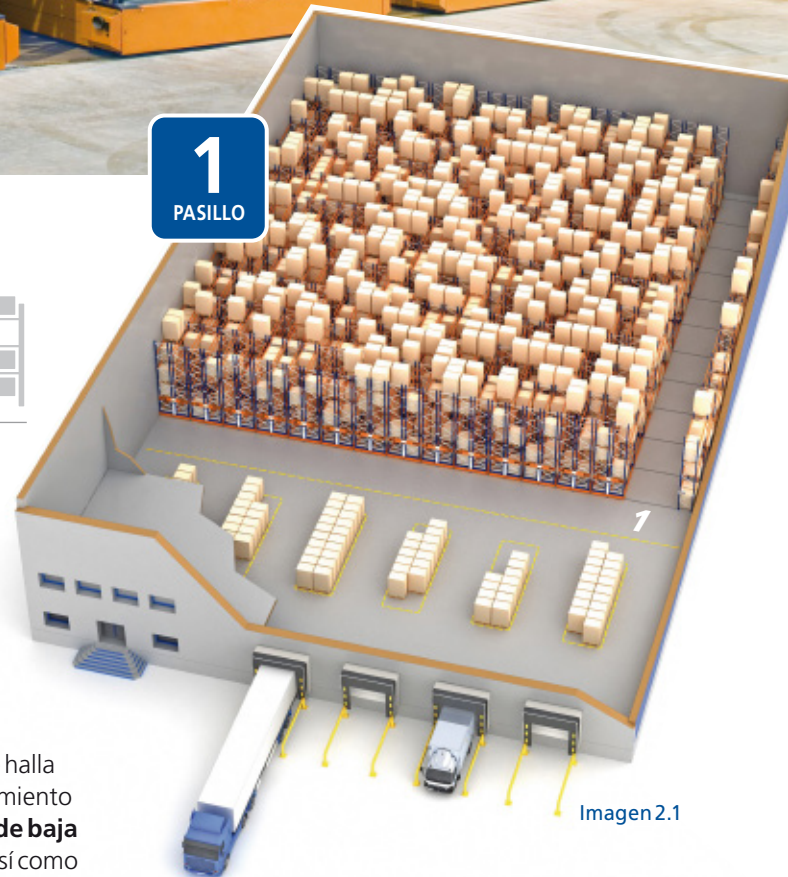
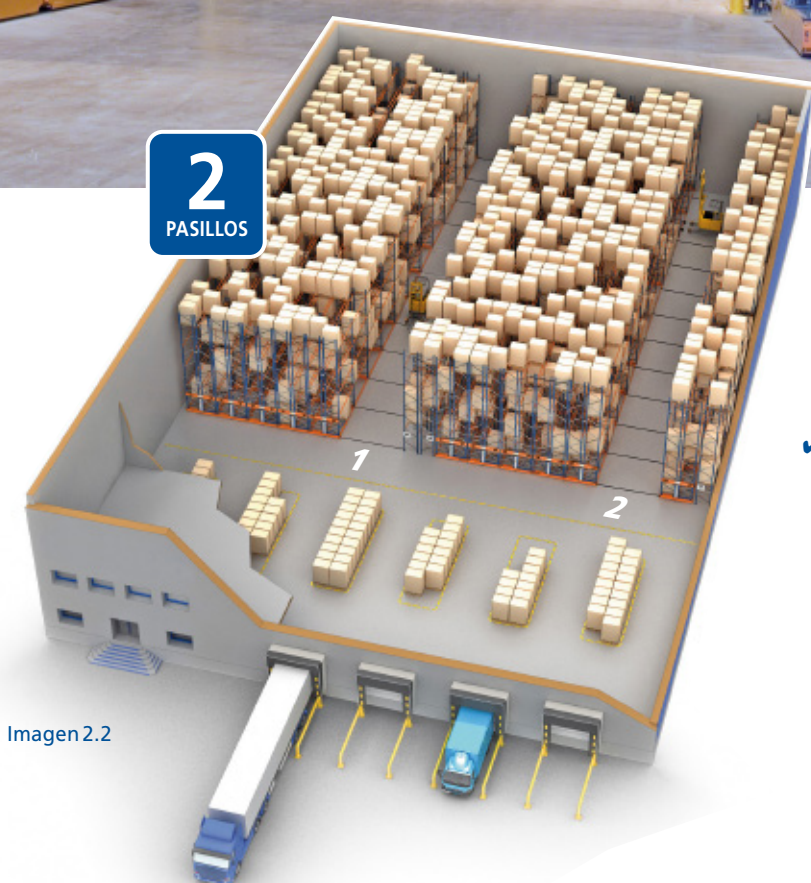

Imagen 2.1
Imagen 2.2
- ✓ Cuando se instala una Movirack con un único pasillo de acceso (imagen 2.1), se obtiene la **máxima capacidad**. Pero si se instalan dos o más pasillos (imagen 2.2), se consigue **mayor agilidad** en el manejo de las paletas y en las operaciones dentro del almacén, a pesar de que la capacidad disminuye.